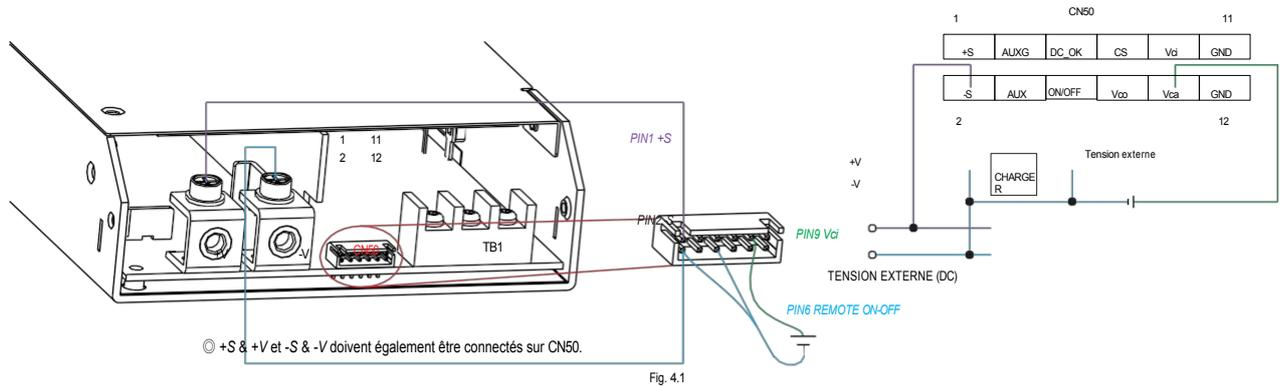

Fig. 4.1
(1) Application d'une TENSION EXTERNE entre "Vc" (broche 9) et "-S" (broche 2) comme indiqué à la figure 4.1.